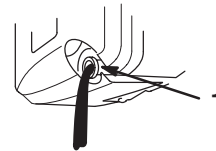

Bild 28
5. Kippen Sie den Rasenmäher auf seine *linke* Seite und lassen das Öl in das Gefäß ablaufen (Bild 28).